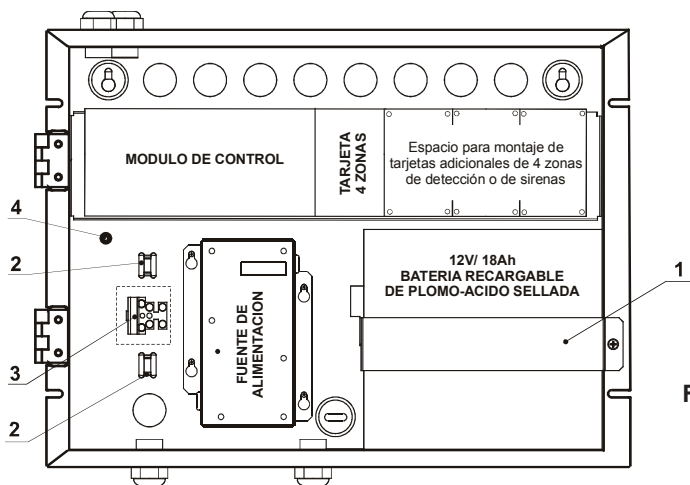

Figura 9.
- Coloque la batería y asegúrela con la abrazadera - Posición 1 de la Figura 9.